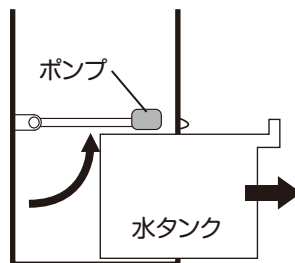

図3(水タンクを抜いたとき)
- 水タンクを抜き取ると、ポンプは上部に固定されます。(図3)